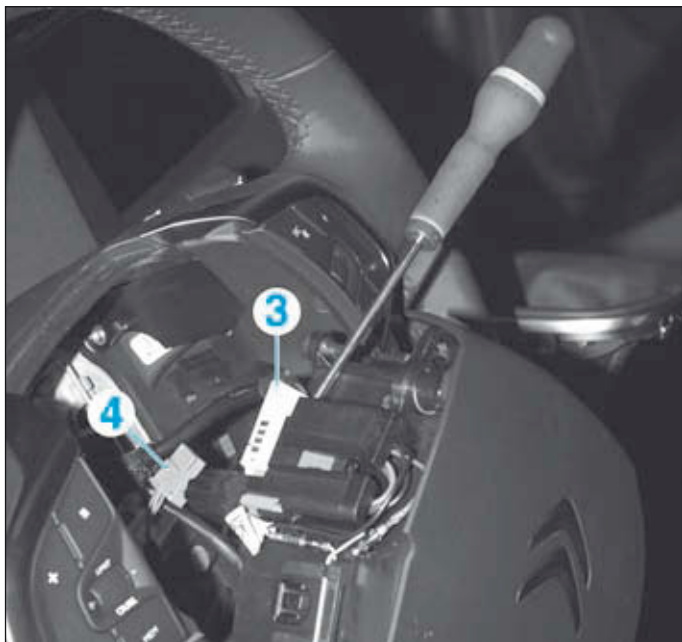

FIG.2
- Déverrouiller et débrancher les connecteurs (3) et (4) (Fig.2).